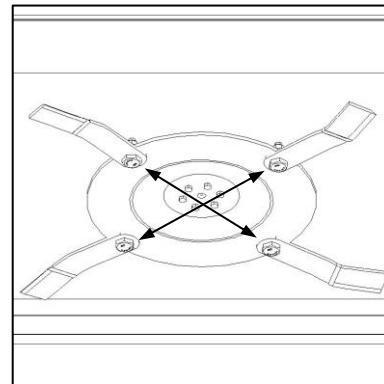

Fig. 7
- ✓ Weigh blades before installation. Blades of nearest equivalent masses should be installed in opposing positions on the same cutting gear assembly to maintain balance (Fig. 7).
- ✓ Weeg lemme voor installering. Lemme met die mees eenderse massas moet teenoor mekaar op dieselfde snymeganismemontering aangebring word om balans te handhaaf (Fig. 7).